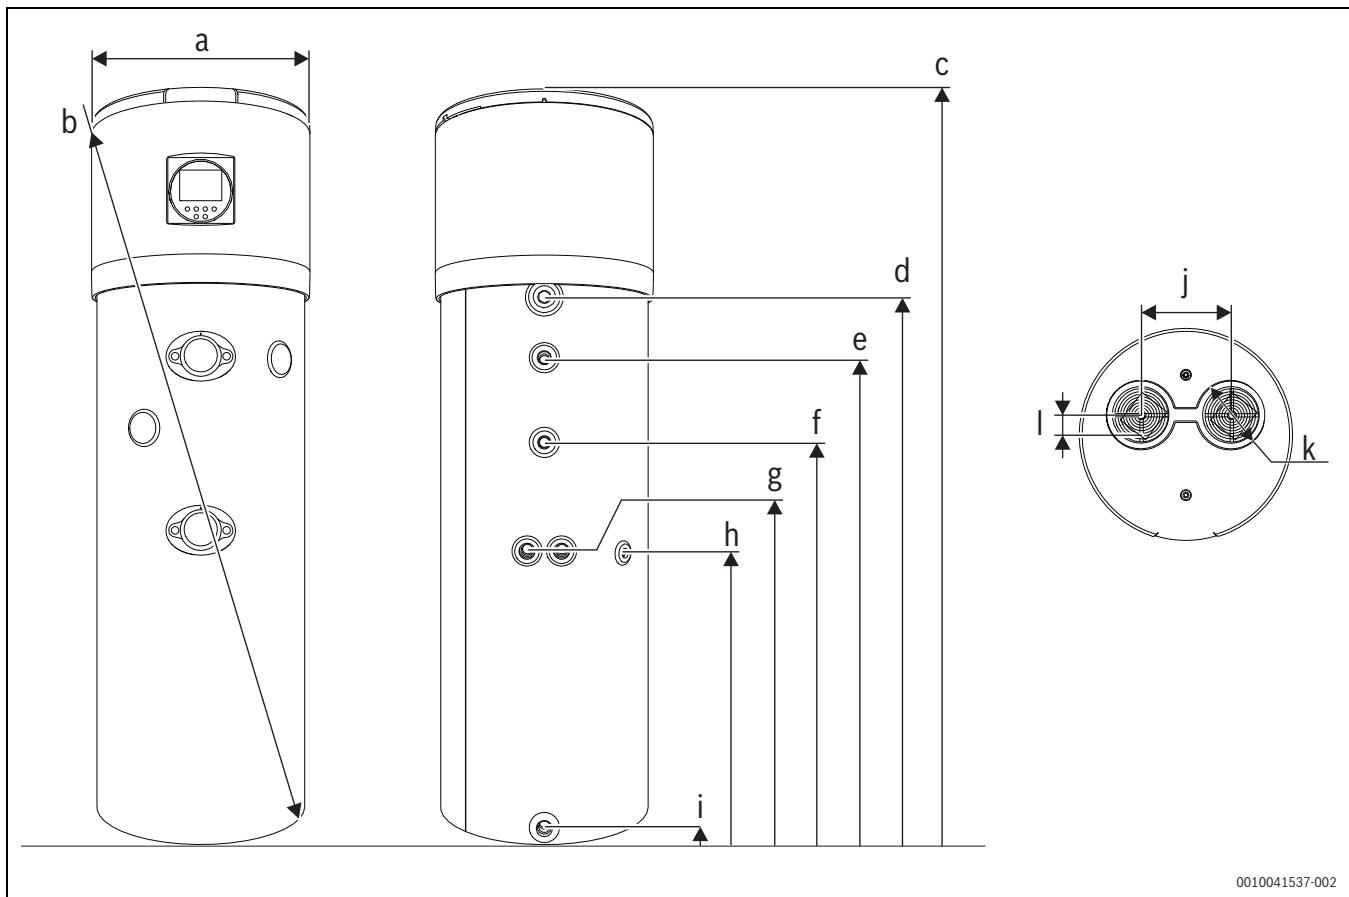

Bild 2 Gerät abmessungen
- Mindestabstände einhalten (→ Abb. 2, Seite 5 und Abb. 9, Seite 10).